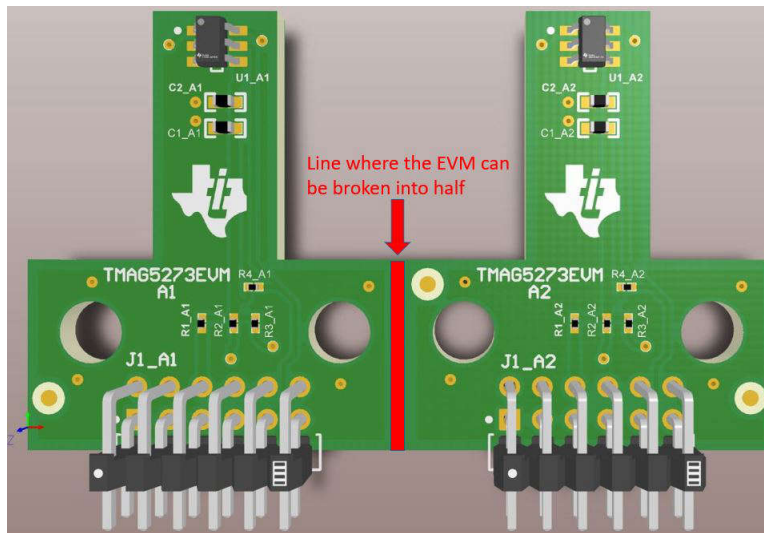

图 3-1. TMAG5x73 EVM，板的 A1 和 A2 部分仍未分开
1. 轻折图 3-1 中所示的线，将板一分为二，使外形更紧凑。拆分后原始板的 TMAG5x73A1 和 TMAG5x73A2 部分成为独立板。